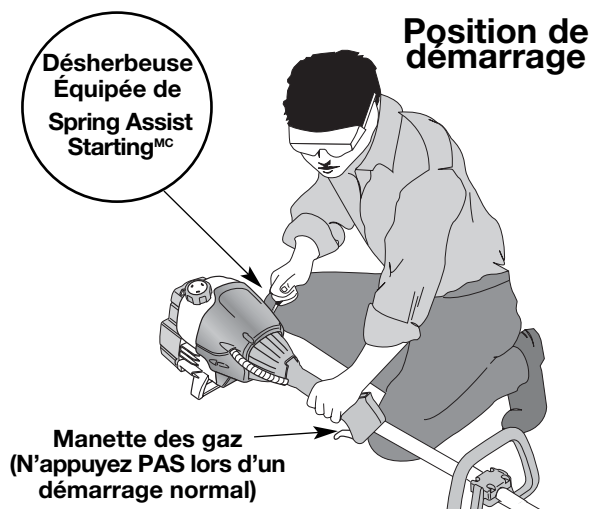

Fig. 8
**AVERTISSEMENT:** évitez tout démarrage accidentel. Tenez-vous en position de démarrage lorsque vous tirez sur la corde de démarrage (Fig. 8). L'opérateur et l'appareil doivent tous deux être en position stable pour éviter des blessures graves. Vérifiez la bonne installation de l'accessoire avant le démarrage de l'appareil.
4. Accroupissez-vous en position de départ et **n'appuyez pas sur la manette des gaz** (Fig. 8). Tirez le cordon de démarrage d'un **mouvement contrôlé et ferme** jusqu'à ce que le moteur essaie de démarrer. Répétez jusqu'à ce que le moteur démarre.